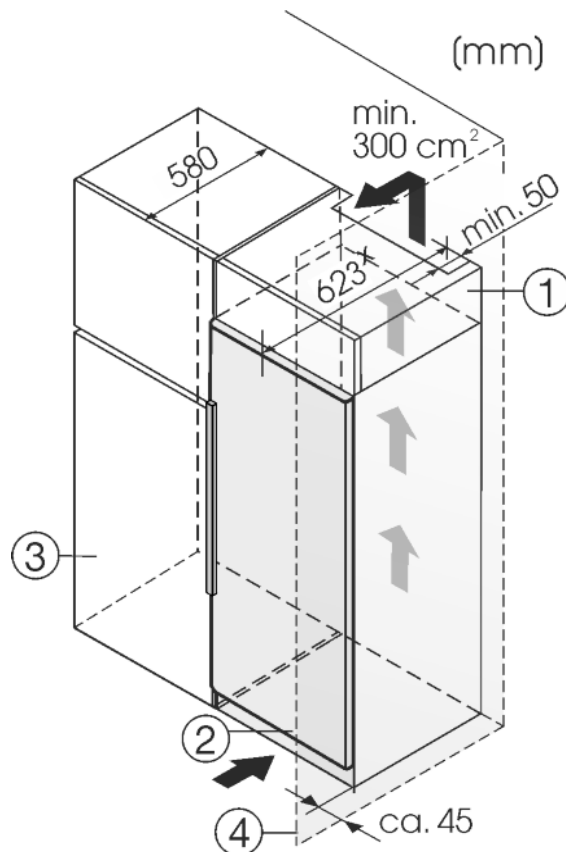

Fig. 8
- (1) Opbouwkast (3) Keukenkast
(2) Apparaat (4) Wand
Het apparaat kan in keukenkasten worden ingebouwd. Om het apparaat Fig. 8 (2) aan de hoogte van het keukenblok aan te passen, kan boven het apparaat een opzetkast Fig. 8 (1) worden aangebracht.
Plaats u het apparaat met de scharnierkant naast een muur Fig. 8 (4), dan moet de afstand tussen apparaat en muur minstens 40 mm bedragen. Dit in verband met het uitsteken van de deurgreep bij een geopende deur.